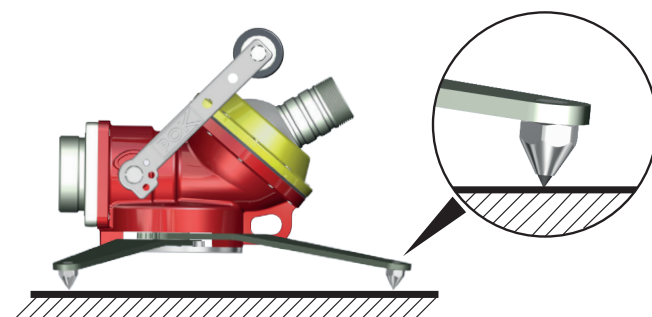

Fig. 3
- **3** - Poser la lance sur un sol stable, les quatre pointes des pattes stabilisatrices doivent être en contact avec le sol (Fig. 3).